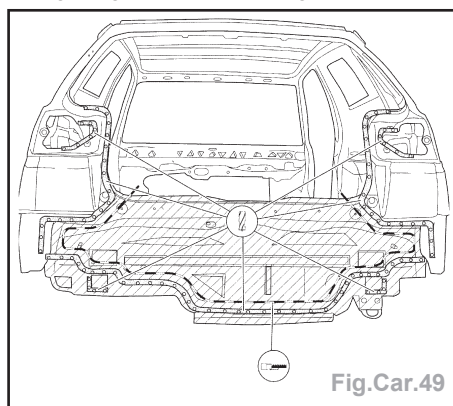

Fig.Car.49
- Faire une coupe avec une scie alternative sur la zone indiquée, pour faciliter le dégrafage de la pièce (Fig.Car.49).